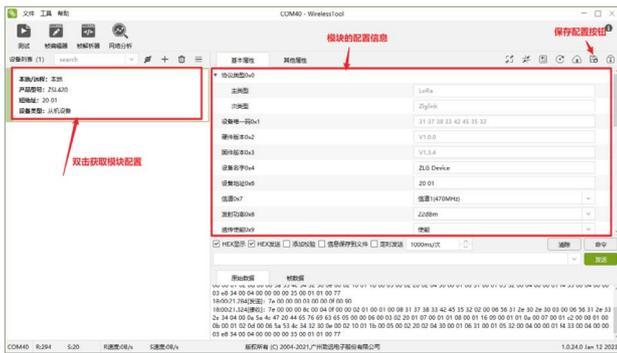
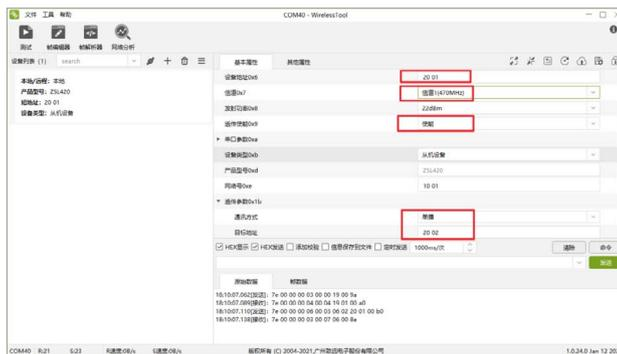

图4
图5
2.2 设备连接成功，在左边设备栏本地设备里可以看到连接成功的设备，通过双击左边的设备，可获取模块的配置信息，如图4所示。将设备地址设置为20 01，设置信道为信道1，使能透传功能，设置目标地址为20 02，点击【保存设置】即完成模块的配置，如图5所示。